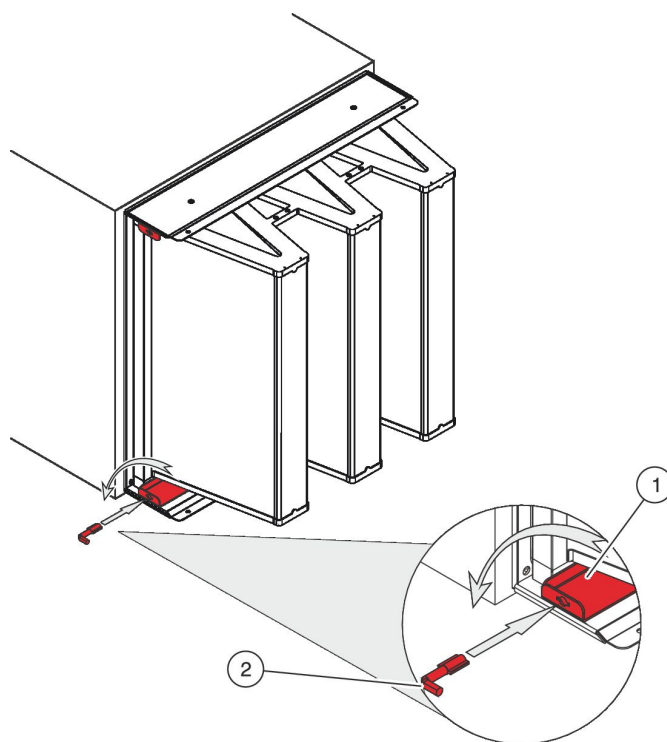

Рис. 58: Вставка специального ключа
3. ▶ Вставьте специальный ключ (Рис. 58/2) в паз каждой зажимной рейки (Рис. 58/1) и поверните против часовой стрелки на 90°.